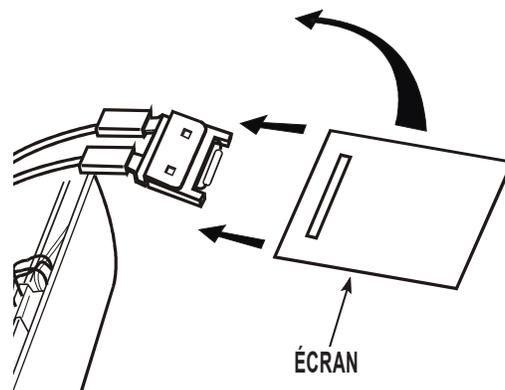

FIGURE 3
7. Installer le nouveau coupe-circuit thermique (CCT) dans la console de commande du lave-vaisselle. Voir la Figure 3 pour l'orientation de l'écran de mylar.